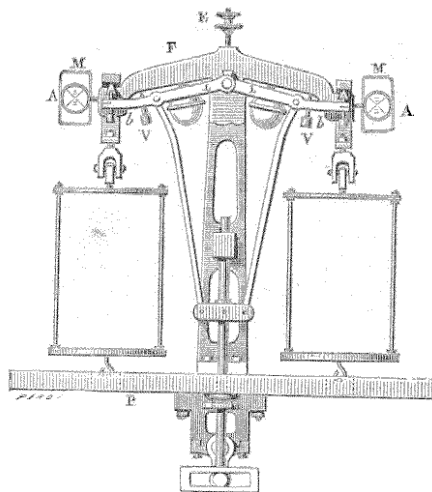

Fig. 1.
M. Mendeleef, professeur à l'Université de Saint-Petersbourg, a pensé que l'on pourrait obtenir des résultats aussi précis, tout en opérant plus rapidement, avec des balances à fléaux très-courts, et l'appareil représenté ci-contre (fig. 1) a été construit d'après ses idées.
Dans le nouvel appareil, on a remédié à ce défaut en substituant au bras horizontal deux leviers articulés autour d'un axe placé sur le prolongement de l'arête du couteau; à l'extrémité de chacun de ces leviers, sont taraudées des vis coniques V (fig. 1), dont les pointes s'engagent dans des cônes